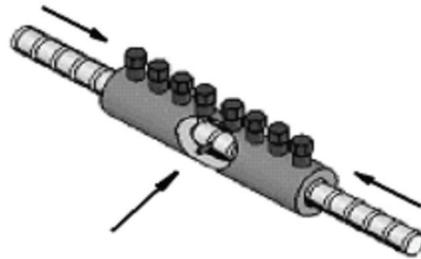

Figura 3
**Passo 3:** Coloque a barra na luva LENTON LOCK até o pino central ser alcançado, como mostrado na Figura 3. A barra deve encostar-se ao pino.